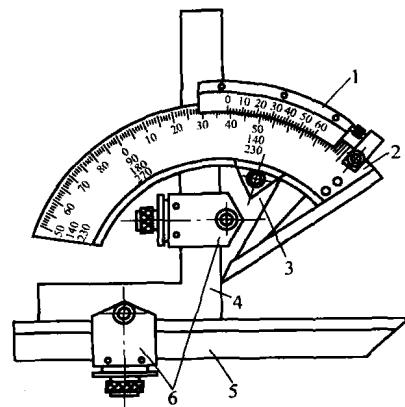

图 1-7 游标万能角度尺
1) 游标万能角度尺的读数机构。如图 1-7 所示，游标万能角度尺的读数机构由刻有基本角度刻线的主尺 2，和固定在扇形板 3 上的游标尺 1 组成。扇形板可在主尺上回转移动，形成了和游标卡尺相似的游标读数机构。